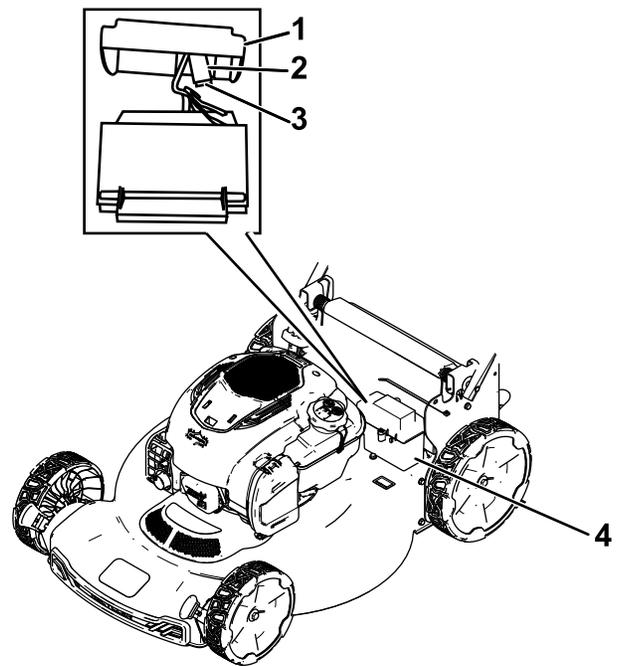

Figure 26
1. Enlevez le couvercle du logement de la batterie (Figure 26).
2. Retirez la batterie et localisez le fusible (Figure 26).
3. Remplacez le fusible dans le porte-fusible (Figure 26).
4. Remplacez le couvercle sur le logement de la batterie (Figure 26).